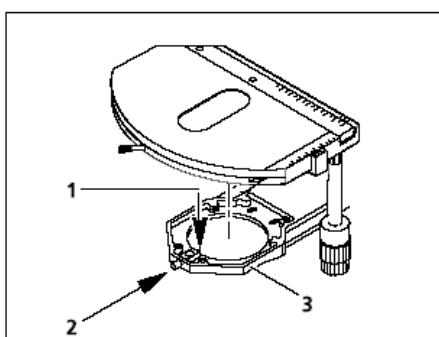

图 3-11 更换可旋转的机械载物台
- 旋转大约三圈，松开弹簧箱的螺丝帽 (图 3-11/2)。
- 向前按住载物台，抵住弹簧针 (图 3-11/1)，取下载物台托架的后部 (图 3-11/3)，将其向上抬起，然后取出。
- 拧紧夹紧螺帽 (图 3-11/2)。
- 旋转大约三圈，松开弹簧箱的螺丝帽（图 3-11/2）。
- 将载物台燕尾环凹口插入到弹簧针上（图 3-11/1）。
- 向前按住载物台，抵住弹簧针，将其向下放回到载物台托架上（图 3-11/3）。
- 拧紧夹紧螺帽（图 3-11/2）。